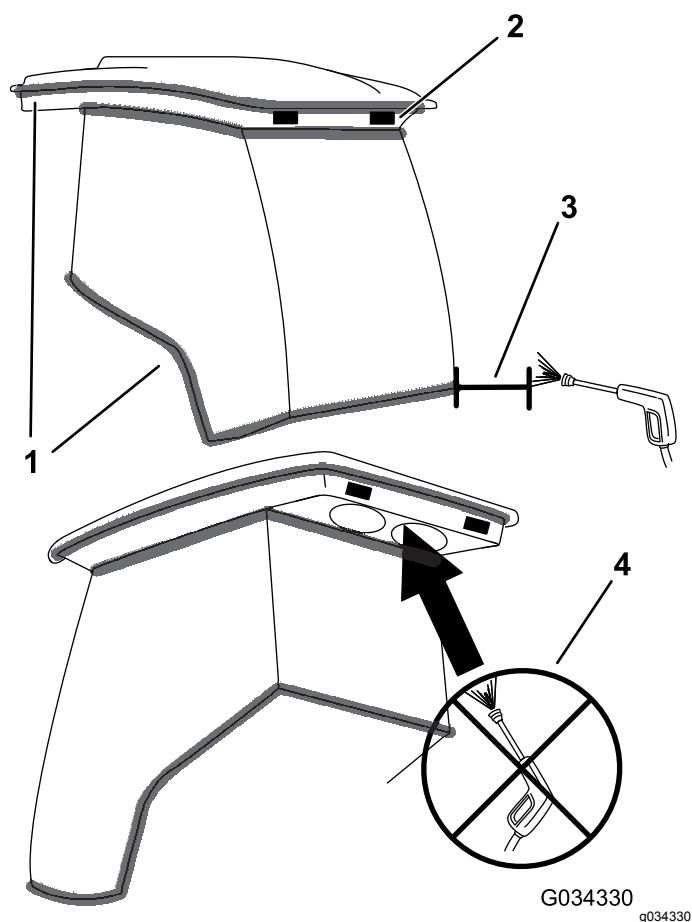

图52
**重要事项** 小心驾驶室的密封件和灯具图52。如果您正在使用高压清洗机保持清洗杆至少距离机器 0.6m。不要将高压清洗机直接冲洗驾驶室的密封件和灯具或后悬下方。